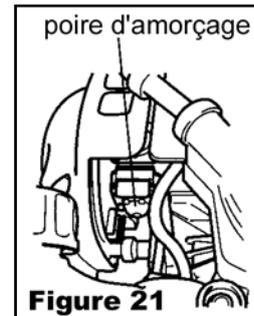

Figure 21
- 2) Presser plusieurs fois la poire d'amorçage (figure 21) jusqu'à ressentir une résistance : le carburant est alors visible dans la durit de retour au réservoir